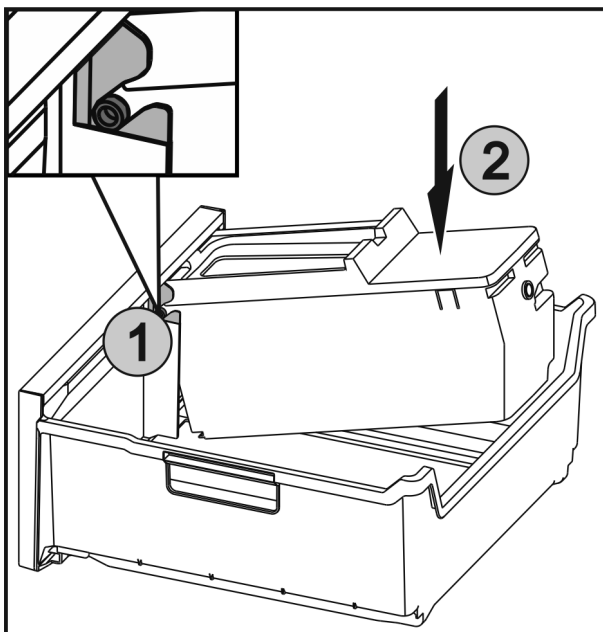

Fig. 73
- ▶ Zasuňte osi Fig. 73 (1) na EasyTwist-Ice do vedení a tlačte zadnú stranu Fig. 73 (2), kým spona nezapadne.